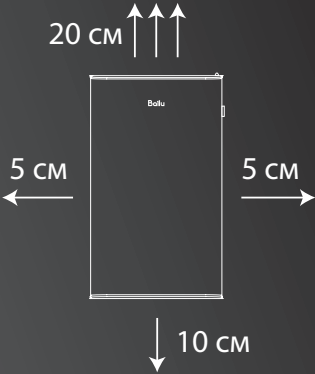

Рис. 3.
- Установите угол наклона коронки таким образом, чтобы отверстие имело уклон 3-4° вниз в сторону улицы, как показано на Рис. 3, для того, чтобы осадки не смогли попасть с улицы внутрь помещения.